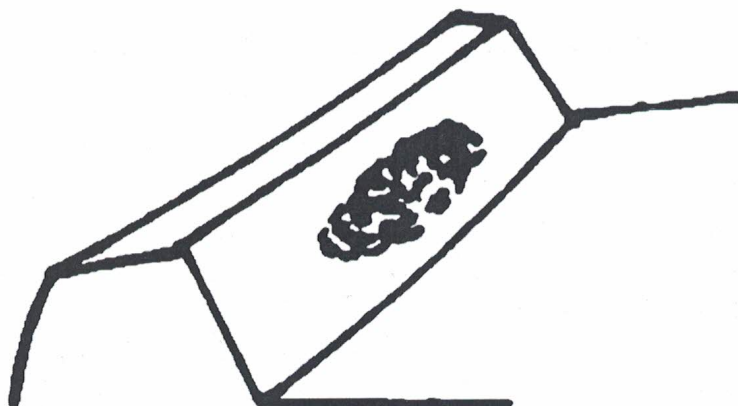

Рис. 8. Отпечаток зацепления зубчатой передачи
1. Зацепление главных механизмов осуществляется путем выбора необходимой толщины прокладки гнезда подшипника и прокладки картера ведущего моста необходимой толщины, чтобы убедиться в правильности отпечатка (как показано на Рис. 8) и величины зазора в пределах 0.16-0.32 мм. При этом, удерживайте предварительное напряжение на обоих концах дифференциала в пределах 100-150 Н.
2. Соприкосновение пары шестерен на концах переднего моста регулируется набором прокладок (1) подходящей толщины, чтобы гарантировать зазор механизма в пределах 0.16-0.3 мм, и обеспечить правильное пятно контакта.
3. Чтобы получить конечный зазор механизма в пределах 0.16-0.3 мм, необходимо изменить толщину прокладок (13) для окончательной регулировки, тем временем, зазор 0.1-0.5 мм между нижней поверхностью кольца-фиксатора (4) вертикального вала (3) и верхней поверхностью ведомой шестерни (7) получается используя прокладки (6) подходящей толщины.